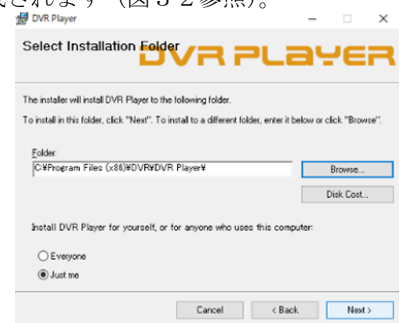

図 27
- 5) 次に、インストールフォルダ選択内容が表示されます(図27参照)。フォルダ選択後、『Next』を選択してください。